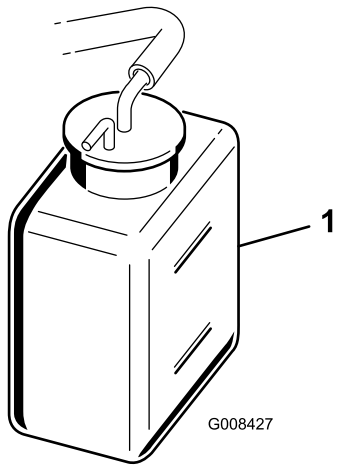

Figure 38
2. Contrôlez le niveau de liquide de refroidissement (Figure 37 et Figure 38).